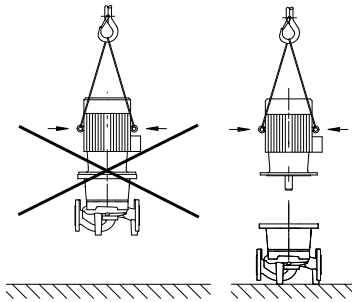

Fig. 8: Transport du moteur
- Les œillets de transport du moteur sont exclusivement dédiés au transport du moteur et non de la pompe complète (fig. 8).